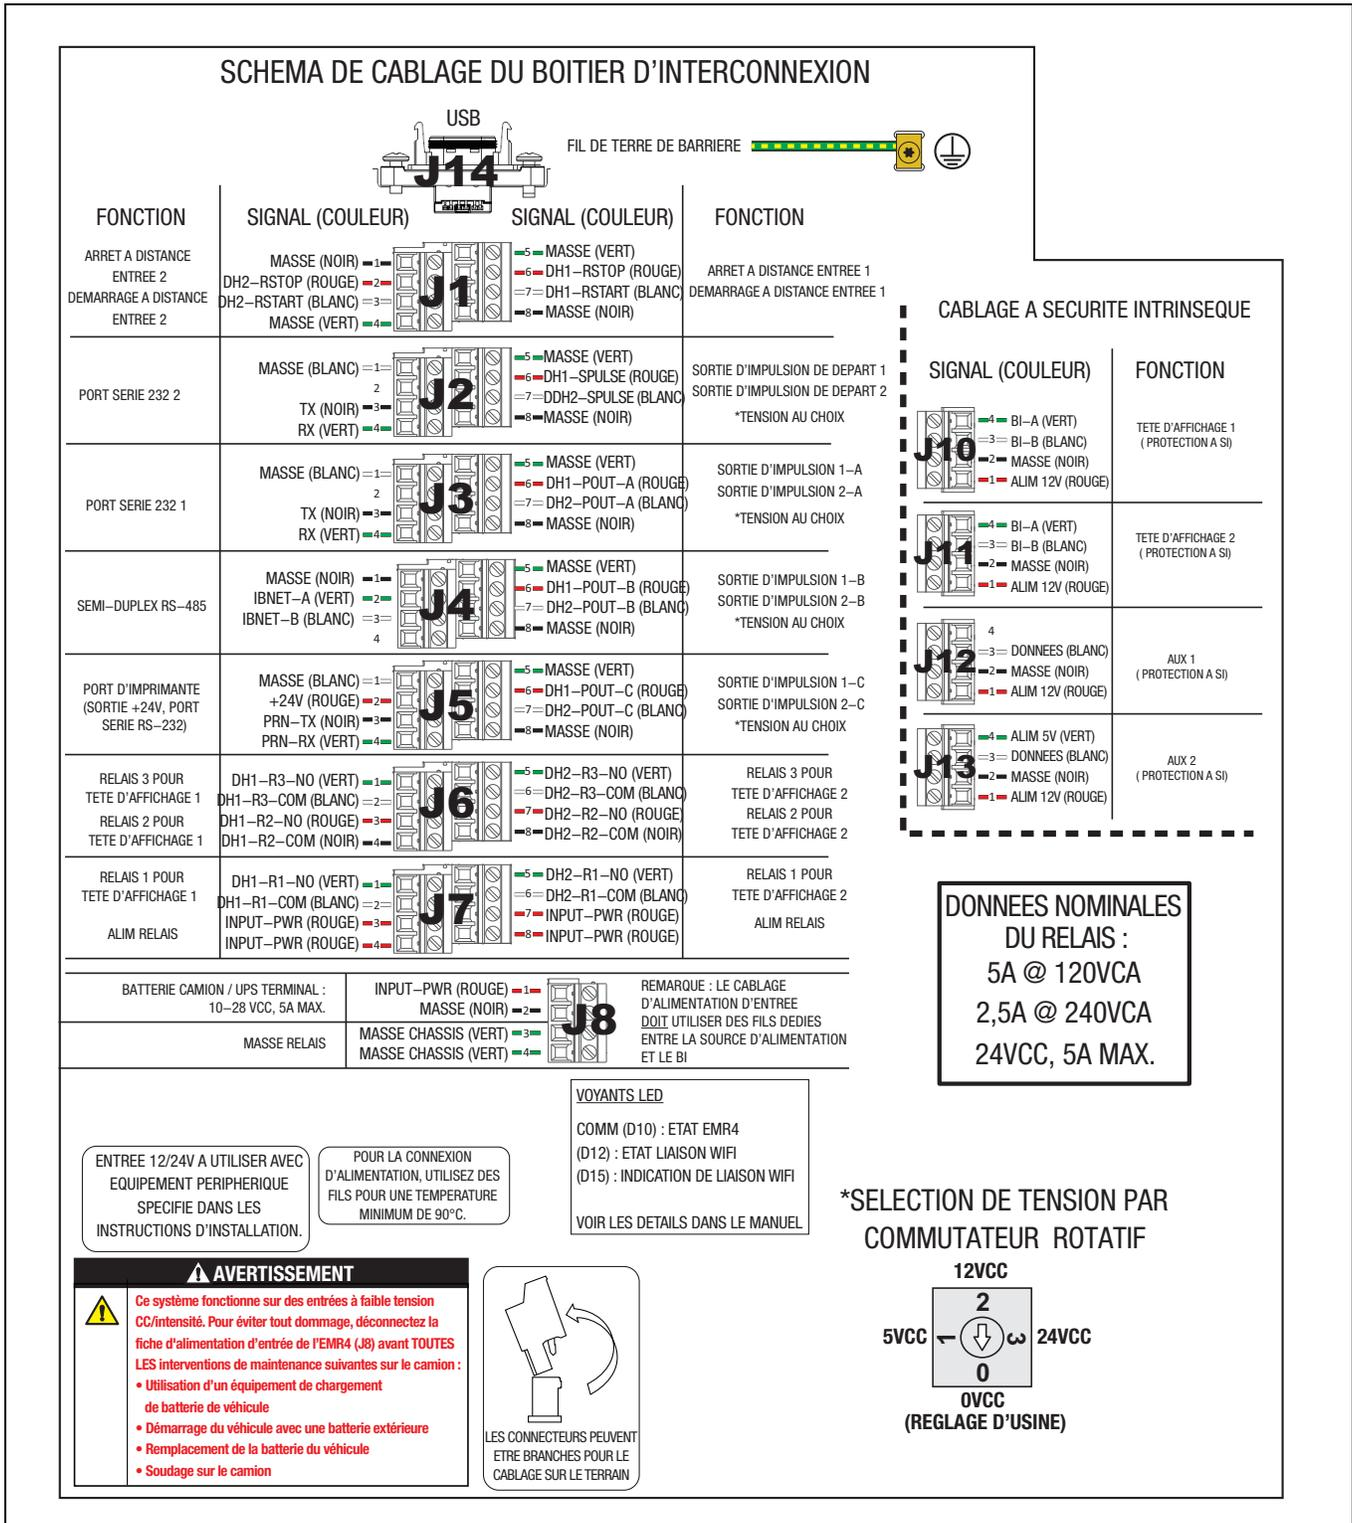
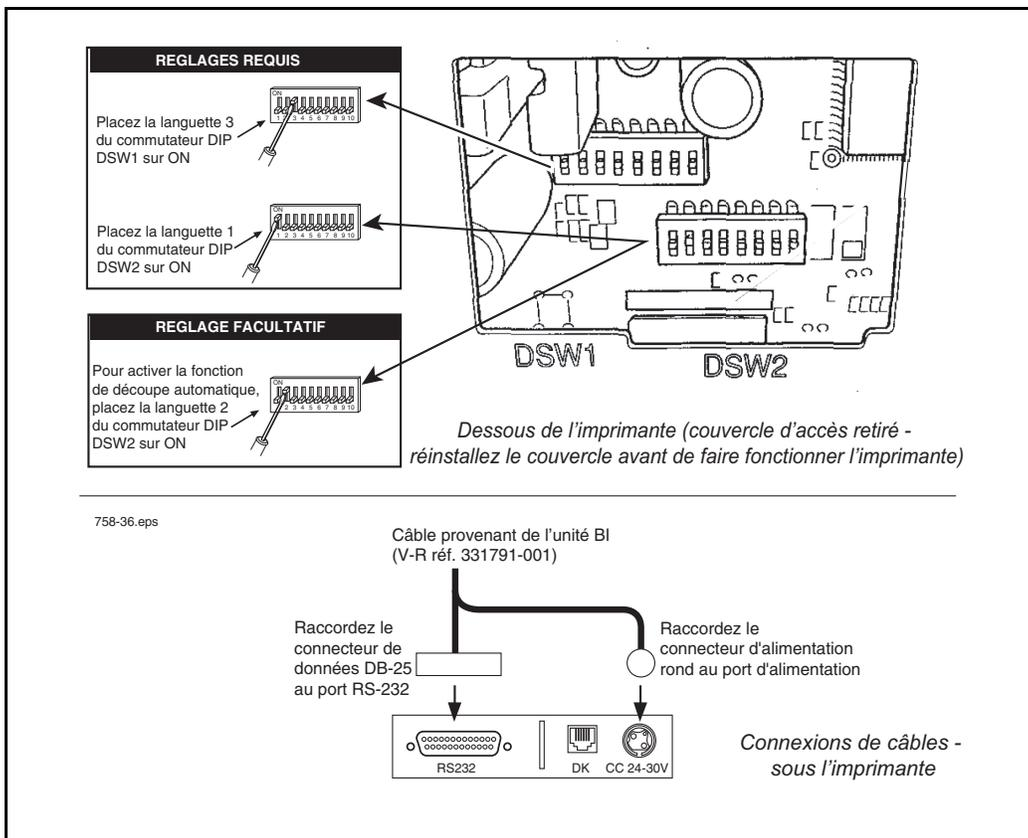

Figure 22. Connexions du câblage du boîtier d'interconnexion de l'EMR4
Figure 32. Imprimante à rouleau TM-U220A
2. La Figure 22 illustre les connexions du câblage aux bornes d'alimentation du BI. Retirez les fiches percées et utilisez des serre-câbles pour les câbles fixés à ce bornier.
3. Voir la Figure 22 pour les connexions du câblage de la borne à sécurité intrinsèque du BI. Retirez les fiches percées et utilisez des serre-câbles pour les entrées de câbles de la tête d'affichage. Le conducteur de drainage depuis le câble de la chaîne d'affichage doit être connecté à la bride de mise à la terre du châssis du boîtier d'interconnexion.
Sur certains véhicules, la borne moins de la batterie, BAT(-), n'est pas nécessairement commune avec la masse du châssis ou la masse du véhicule définie située sur le panneau d'accessoire ou dans le boîtier de distribution de l'alimentation. Dans ce cas, acheminez directement la connexion de masse pour l'alimentation sur J8, broche 2 (GND), comme illustré à la Figure 22, au point de connexion de la borne BAT(-).
Raccordez les quatre fils du câble d'alimentation/données de l'imprimante aux bornes appropriées du bornier côté alimentation dans le BI (Figure 22 à la page 29) et le connecteur DB-25 et le connecteur d'alimentation rond aux connecteurs appropriés à l'arrière de l'imprimante.
Un câble d'alimentation/données est fourni dans le kit de l'imprimante à rouleau matricielle Epson TM-U220A. La Figure 32 présente les connexions du panneau arrière à l'imprimante. Le commutateur marche/arrêt est placé à l'avant de l'imprimante.
La Figure 32 illustre également deux paramètres requis et un paramètre en option des commutateurs DIP de l'imprimante (face inférieure de l'imprimante). Remarque : tous les autres paramètres des commutateurs DIP sont définis sur Off.
Raccordez les autres fils du câble d'alimentation/données de l'imprimante aux bornes appropriées du bornier côté alimentation dans le BI (Figure 22). Raccordez le connecteur DB-25 et le connecteur d'alimentation rond à l'autre extrémité du câble aux connecteurs appropriés à l'arrière de l'imprimante (Figure 32).